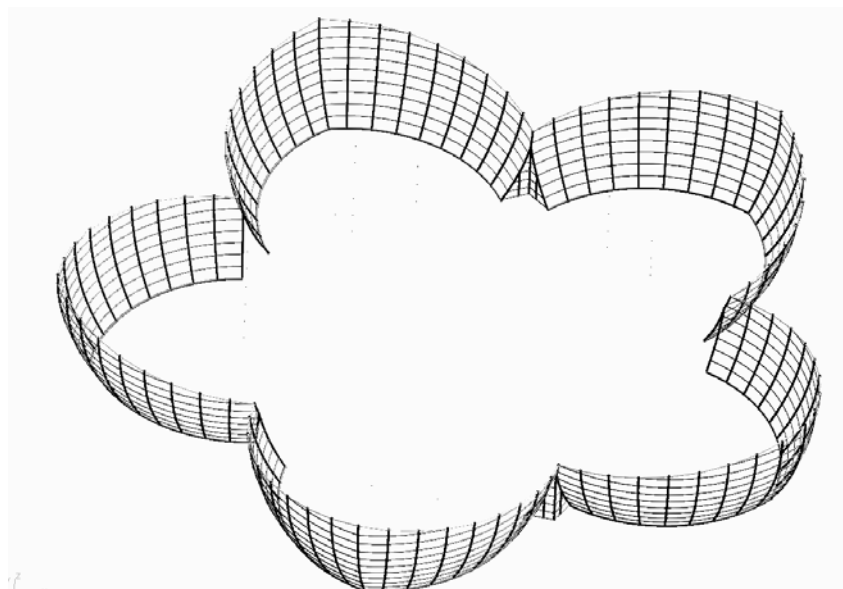

图 8. 花瓣上的梁和柱
4. 如图 8 所示，在球心和花瓣顶点连一条线，球心和最外面一段弧梁的下面一点连成一条线，用显示平面命令选择空间切面，点确定后选择球心和最外面弧上的两点。在这个面内旋转阵列圆心弧下面点的线，旋转 10 个  $3.6^\circ$ 。然后删除水平的线，在这个平面立面用交点分图，在弧柱上确定弧梁的位置。然后删除辅助线，复制最下面的板到各个弧梁的位置，对全图用交点分图命令得到弧梁上的点。删除辅助板和辅助线后新建一个弧梁图层，颜色用粉红色。用弧